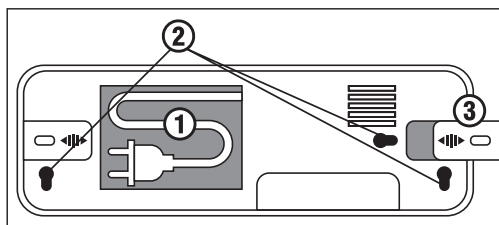

Рисунок 1.
1. Извлеките сетевой провод ① (рис.1).
2. Наметьте место будущей установки светильника по основным ② или дополнительным выдвижным ③ петлям (рис.1) и просверлите 2 отверстия.